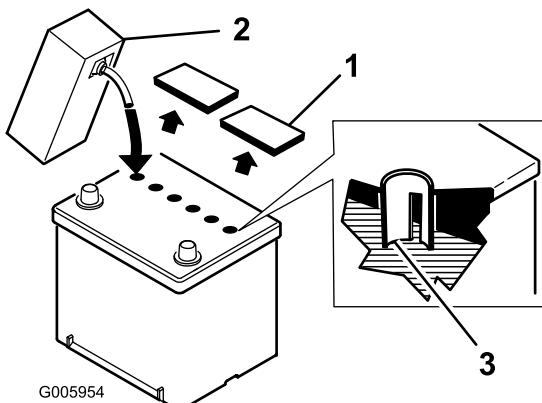

Figure 3
- Nettoyez le dessus de la batterie puis retirez les bouchons d'aération (Figure 3).
- Versez lentement de l'électrolyte dans chaque élément pour faire monter le niveau jusqu'à la partie **inférieure** du tube (Figure 3).
- Versez lentement de l'électrolyte dans chaque élément pour faire monter le niveau jusqu'à la partie **inférieure** du tube (Figure 3), puis remettez les bouchons d'aération en place.